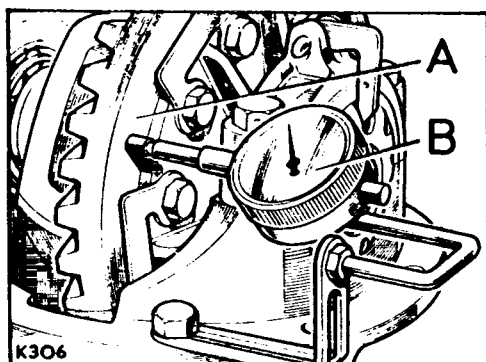

Fig. E1-61.- Verificación del centrado de la corona
6.16.- Con un micrómetro de esfera, D (Fig. E1-61), se comprobará el alabeo de la corona en su parte posterior, A, el cual no debe ser superior a $0,004''$ ($0,10$ mm.). Si se observase un descentrado excesivo, deben desmontarse la corona y caja de satélites, y volverse a colocar nuevamente en una posición distinta. Realizando de nuevo el montaje se verificará otra vez el descentrado repitiendo la operación hasta conseguir que aquel no exceda del valor máximo indicado.